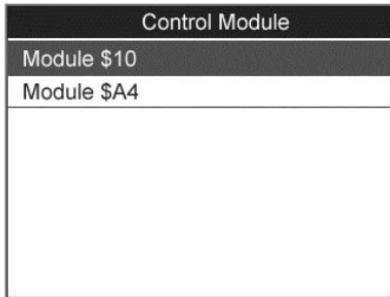

Figura 5.2
- Si se detecta m ás de un m ódulo, se le solicitar á seleccionar un m ódulo antes de la prueba. (Figura 5.2)